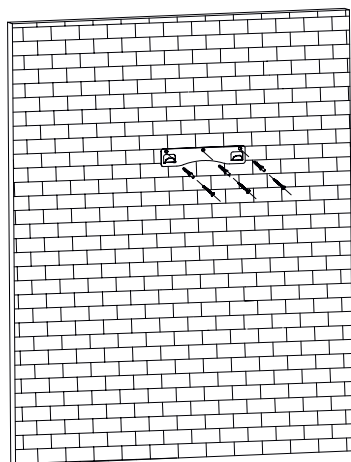

Рис. 9
1. Прежде чем приступить к сверлению отверстий под дюбели в стене необходимо произвести разметку. Разместите на стене планку крепления вытяжки по горизонтали так, чтобы при навесе на нее вытяжки получилось необходимое расстояние до столешницы. Сделайте разметку отверстий крепления планки (рис. 9).
3. Прикрутите установочную планку в просверленные места (рис. 9).
место стыковки герметиком, и закрепить его с помощью хомута (приобретается отдельно). (рис. 9)